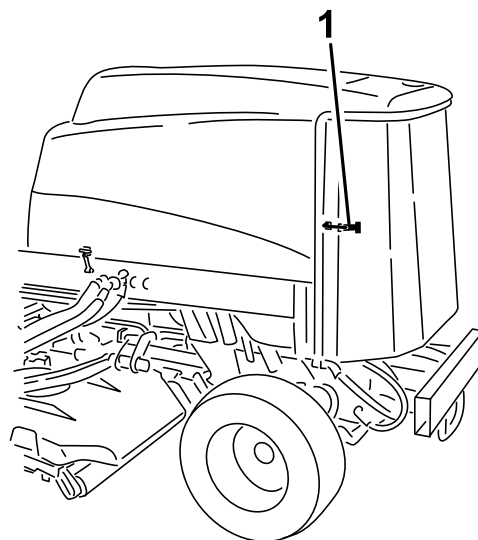

Figure 117
3. Déverrouillez et ouvrez la grille arrière (Figure 117).